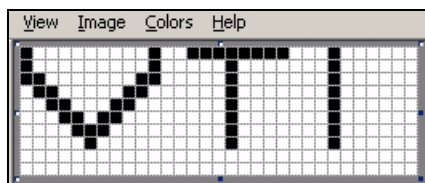

Рисунок 5-41: Логотип, созданный в Microsoft Paint
- 5 Создайте необходимый логотип на странице (смотрите Рисунок 5-41).